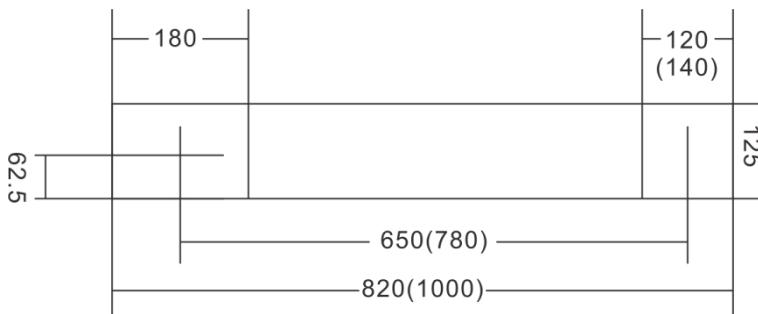

图 7 机床安装
2、根据机床底脚尺寸(图 7)选定坚固的平台，将机床放置在平台上面，